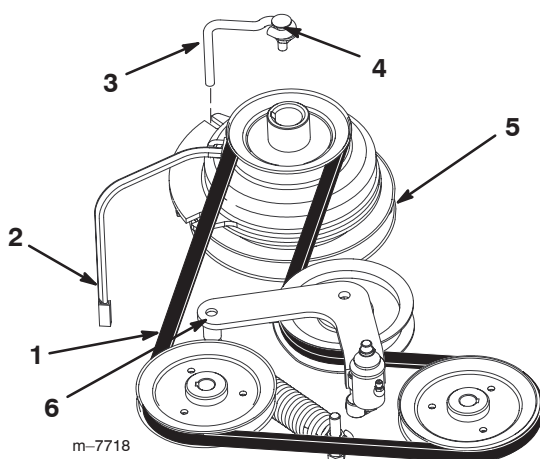

Figure 57
2. Retirez le boulon de la butée de l'embrayage et débranchez le fil de l'embrayage électrique (Fig. 57).
4. Déposez la courroie de transmission des poulies du moteur et de la pompe hydraulique (Fig. 57).
5. Installez la courroie neuve sur les poulies du moteur et de la pompe hydraulique (Fig. 57).
7. Relâchez la pression sur la poulie rappelée par ressort (Fig. 57).